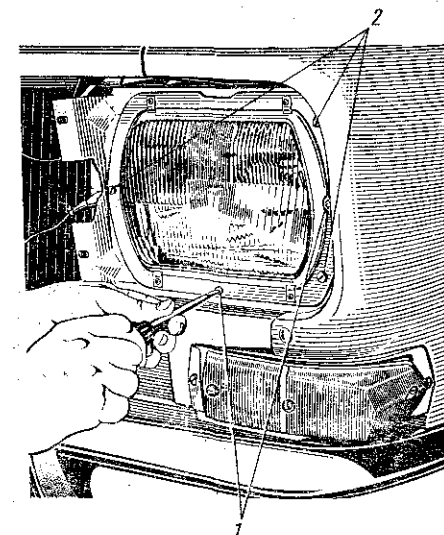
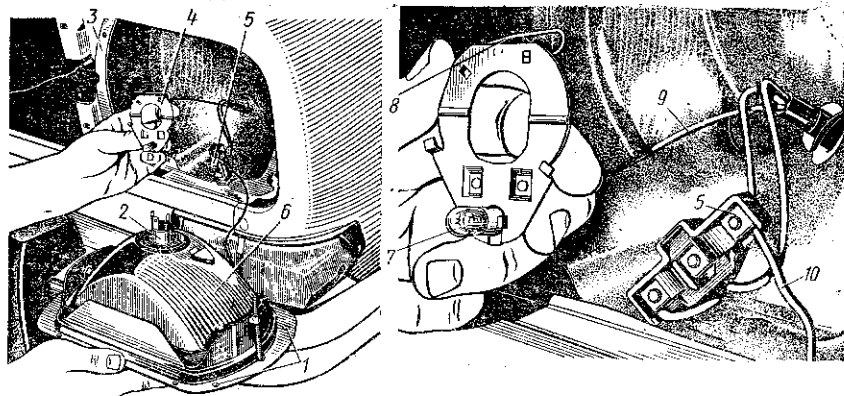

Рис. 87. Фара автомобиля: 1 — регулировочные винты оптического элемента; 2 — винты крепления
Рис. 88. Замена ламп в фаре:
5. Отрегулируйте регулировочными винтами 1 (рис. 87) положение на экране светового пятна каждой фары.
После этого вывинтите три винта 2 (рис. 87), крепящих фару к кузову автомобиля, и выньте фару из пластикового кожуха 3 (рис. 88). Затем отсоедините колодку 5 от лампы 2 и штепсельные соединители провода 9 от лампы 7 габаритного освещения и от провода 10 соединения с массой. Выведите из-под крючка, образованного вырубкой на рефлекторе, пружину 8 держателя 4 лампы и выведите лампы держателя из отверстий в рефлекторе. Затем снимите держатель 4 с пружиной 8 и выньте лампу 2 из гнезда. Заменяв лампу, установите на место держатель и закрепите его пружиной. Соедините колодку с контактными пластинами лампы и присоедините провода к лампе габаритного освещения и к массе.